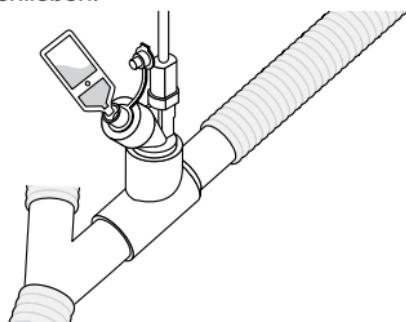

Abbildung 12. Füllen des Verneblers mit einer vorgefüllten Ampulle
2. Eine vorgefüllte Ampulle oder Spritze verwenden, um das Medikament in den Einfüllanschluss des Verneblers einzufüllen (Abbildung 12).